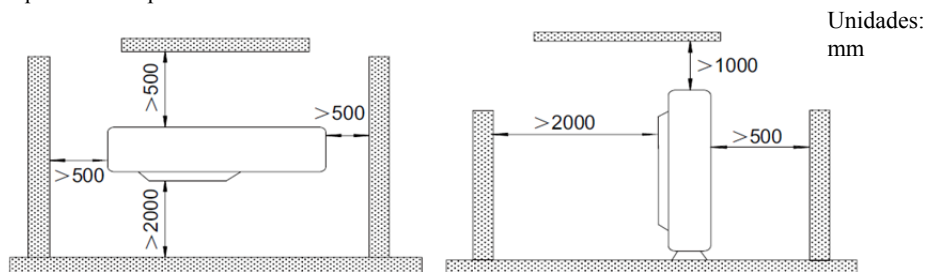

Fig. 4
5. El espacio de instalación de la unidad debe ser el indicado en la Fig.4.